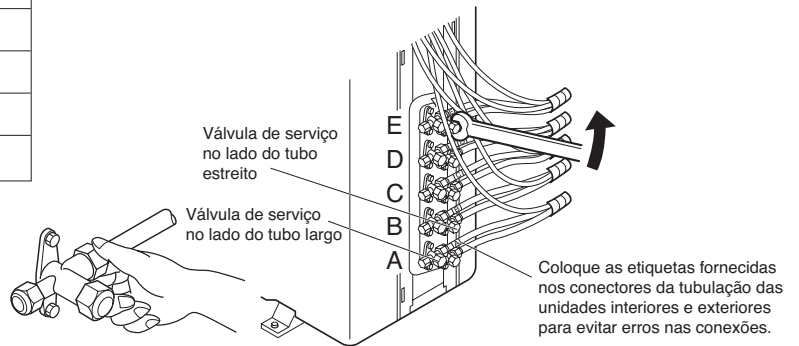

Fig. 14
- Conexão temporária: Aparafuse 3 – 5 voltas com a mão. (Fig. 14)